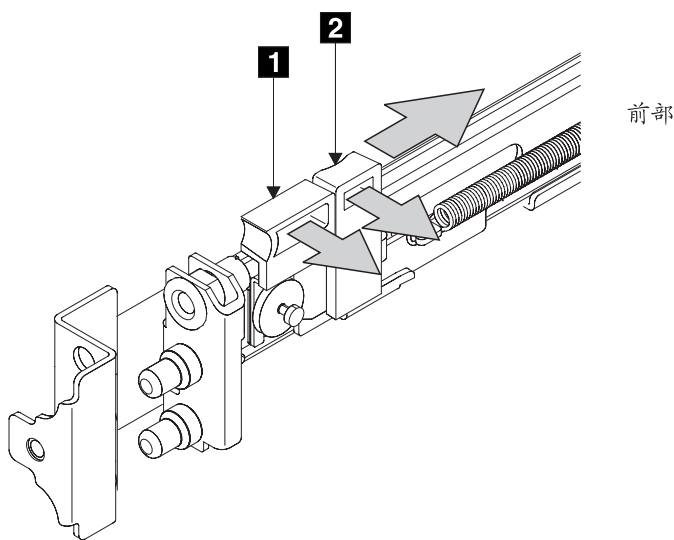

图 28. 打开前面的插销锁托架组合件
5. 当您向导轨远端移动插销控制杆 **1** 时，轻轻将插销锁 **2**（图 28）推离导轨。插销锁托架组合件朝与弹力相反的方向滑动。